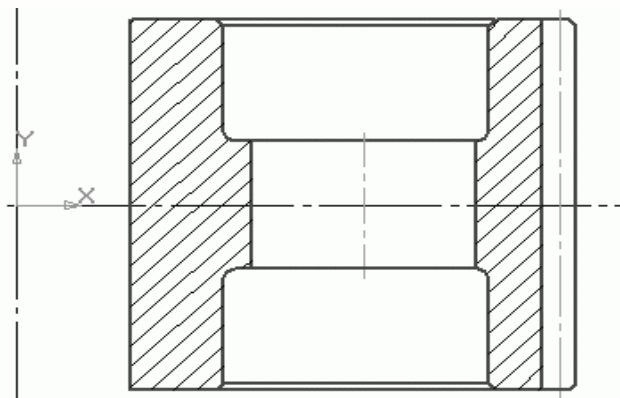

Рис. 2.85. Половина изображения зубчатого колеса
11. Половина изображения зубчатого колеса готова (рис. 2.85). Выделите все объекты в слое и зеркально отобразите их (при помощи команды Симметрия), только теперь относительно вертикальной осевой, проходящей через начало координат.